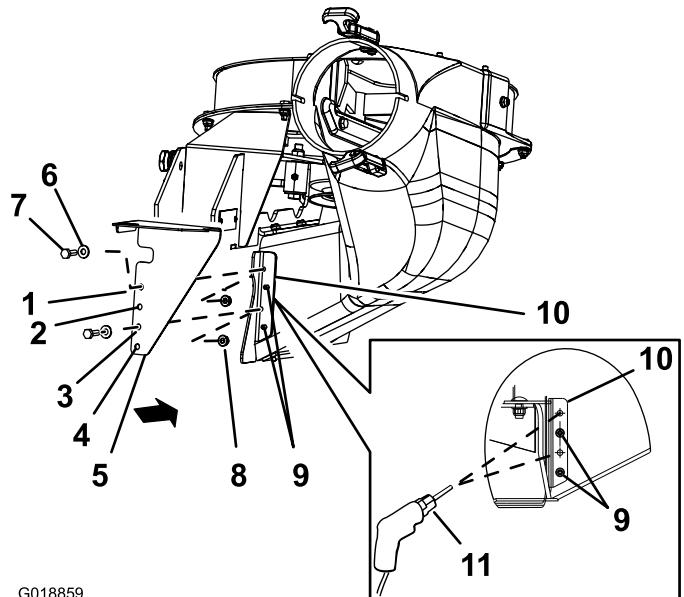

Figure 11
- Alignez la protection inférieure sur le support de goulotte de ventilateur, comme montré à Figure 11.
- Alignez les trous 2 et 4 de la protection inférieure sur les queues de rivet qui dépasse du support de goulotte du ventilateur (Figure 11).
- Marquez le contour des trous 1 et 3 de la protection inférieure sur le support de goulotte de ventilateur, et déposez la protection (Figure 11).
- Percez des trous de 7 mm dans le support de goulotte du ventilateur aux 2 emplacements marqués au pointeau (Figure 11).
- Alignez la protection inférieure sur le support de goulotte de ventilateur (Figure 11).
rondelles et 2 contre-écrous (1/4 po) par les trous 1 et 4 de la protection (Figure 11).